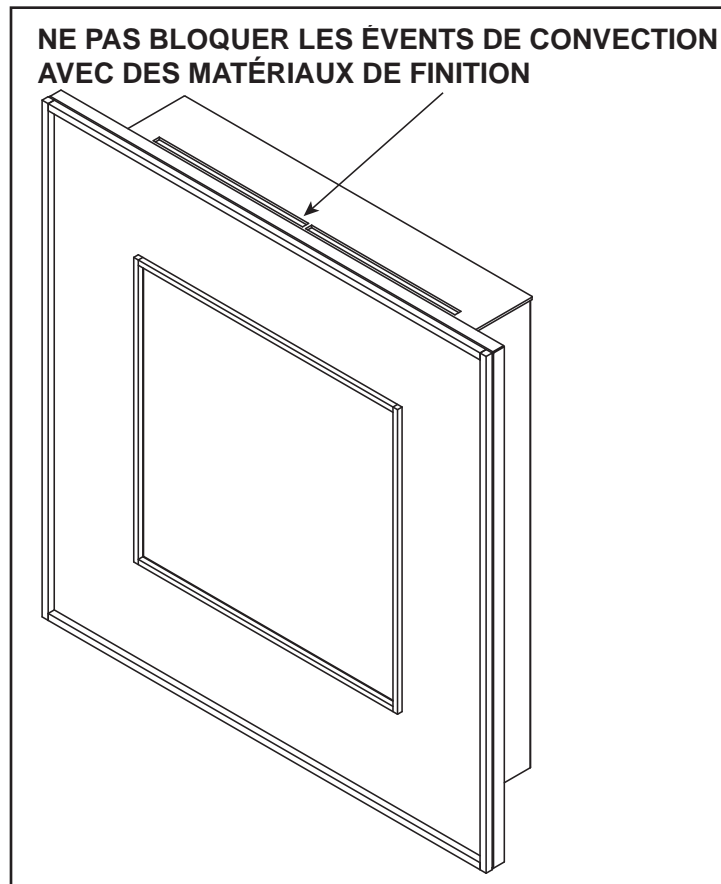

Figure 10.1 Emplacement de l'évent de convection
- La façade et/ou les revêtements de finition ne doivent pas entraver le flot d'air de convection, l'utilisation des portes, ou l'accès à l'appareil pour les travaux d'entretien. Voir les figures 10.1 et 10.2.